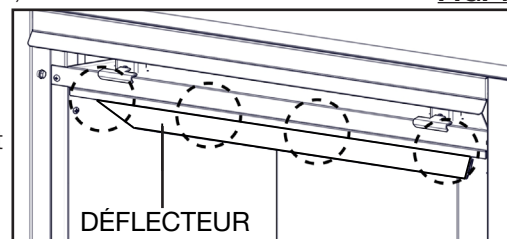

FIG. 1
- C. Pour faciliter l'assemblage, retirez les quatre tête hexagonale de fixation du déflecteur de l'intérieur de la partie supérieure avant de la chambre de combustion (FIG. 1).